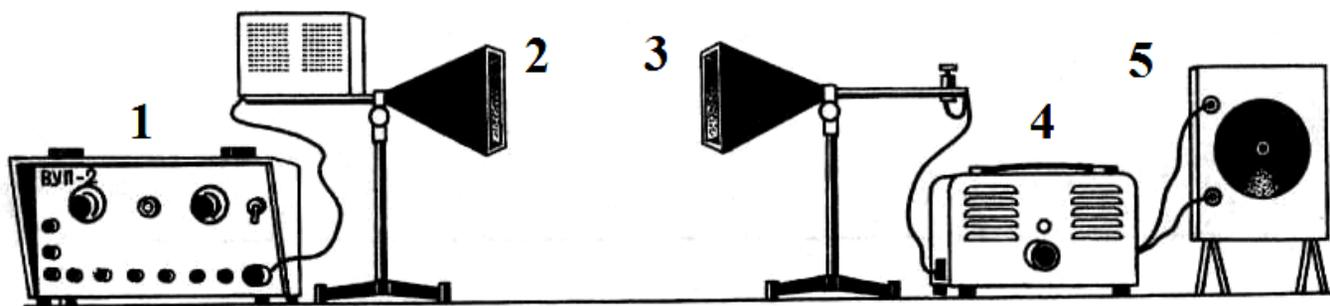

Рис. 2.
Демонстрация. Рассмотрим распространение радиоволн сантиметрового диапазона. Эти волны излучаются специальным генератором сверхвысокой частоты (СВЧ). Соберем установку (рис. 2), состоящую из блока питания ВУП 2 (1), СВЧ передатчика с рупорной антенной (2), приемника с рупорной антенной (3), усилителя низкой частоты (4) и громкоговорителя (5). Гармонические колебания генератора модулируют колебаниями звуковой частоты. Электромагнитные волны излучаются рупорной антенной в направлении оси рупора.